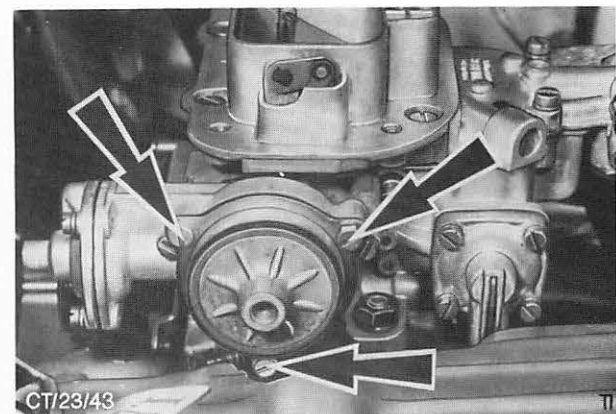

Abb. 121 Befestigungsschrauben – Thermofedergehäuse
5. Schrauben (3) entfernen und Thermofedergehäuse komplett abbauen. Abb. 121. Abschirmscheibe entfernen.